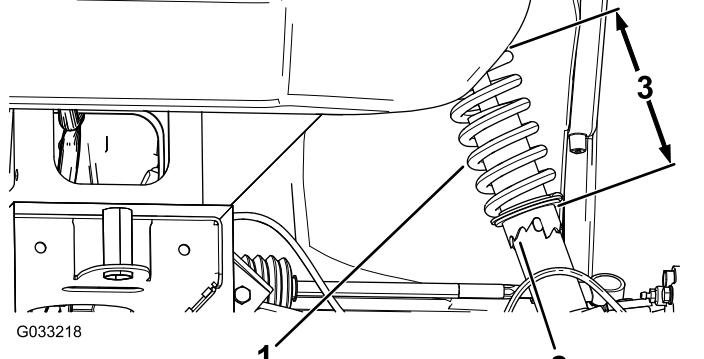

Bild 43
2. Wenn der Radsturz nicht richtig eingestellt ist, drehen Sie den Stellring am Stoßdämpfer mit einem Gabelschlüssel, um das Rad einzustellen (Bild 43).